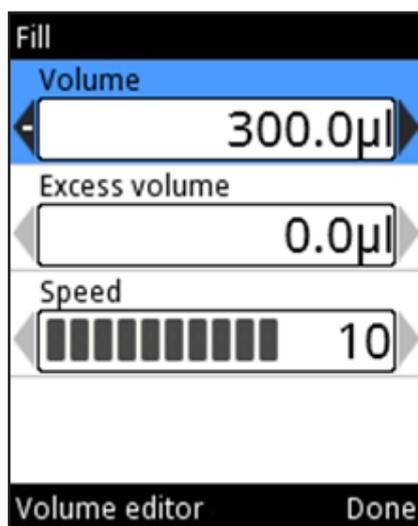

图 D10。
2. 通过使用  ,  并按下  (Select (选择)) 来选择第一个输入序列的步骤。选中步骤的编辑窗口出现 (图 D10)。